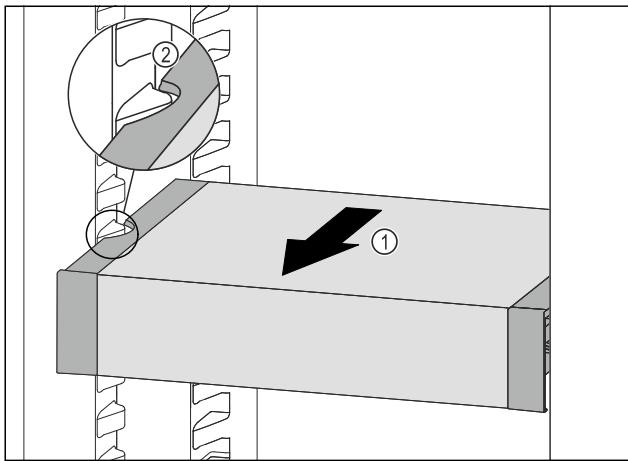

Fig. 123
- Изтеглете VarioSafe напред Fig. 123 (1), докато страничните прорези на VarioSafe се намират на височината на реброто на съда в хладилната част. Fig. 123 (2)